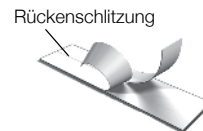

Abbildung 6
- Entfernen Sie die Rückseite des Etiketts, um die Klebefläche freizulegen. Bringen Sie anschließend das Etikett auf. Siehe Abbildung 6.